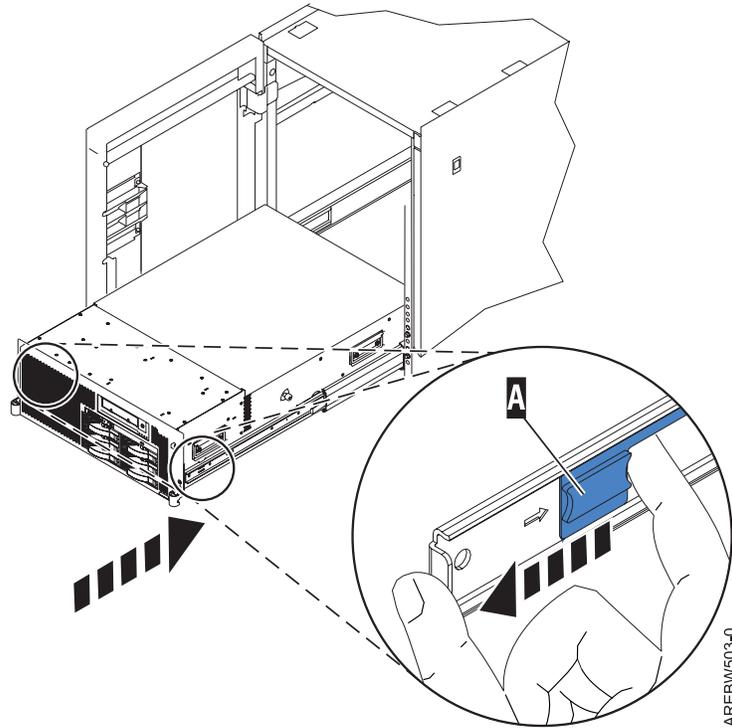

Figure 29. Guide intérieur étendu
11. Dès que le système est solidement en place, appuyez simultanément sur les taquets de sécurité et poussez l'unité centrale dans l'armoire, comme indiqué dans la figure 29, à la page 37.